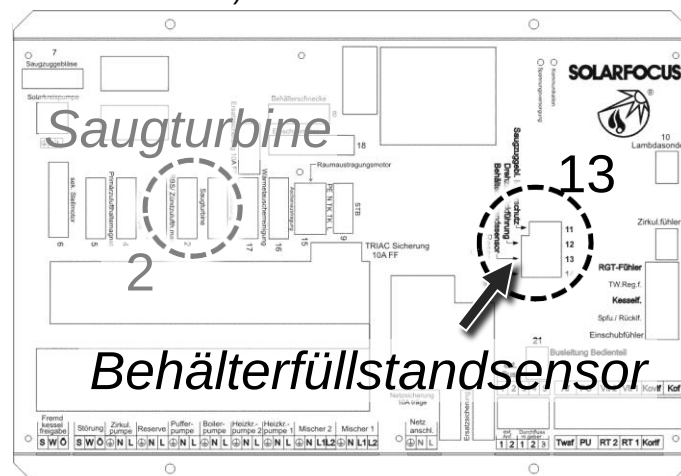

Abb. 5-2 – Leistungsteil IO3
- Leistungsteil IO3: ► Turbine an Saugturbine (2) anschließen → Abb. 5-2